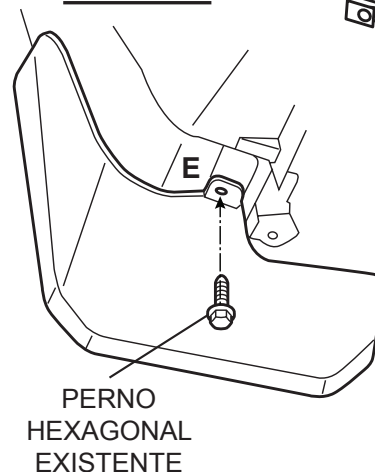

FIGURA 6
11. Retire el revestimiento de la cinta y aplique presión firme a la salpicadera a lo largo de la línea de la cinta para adherir la cinta a la defensa. Mantenga presión firme por un mínimo de 60 segundos para adherir adecuadamente la cinta. **Vea la figura 6.**